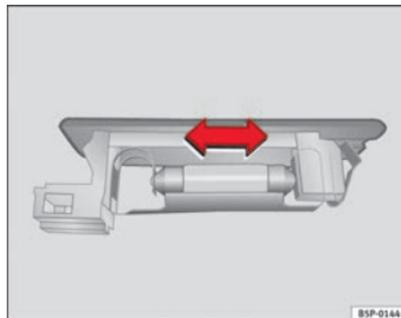

Abb. 197 Gepäckraumbeleuchtung
- Drücken Sie die Lampe zur Seite und nehmen Sie sie aus ihrer Halterung heraus ⇒ **Abb. 197**.